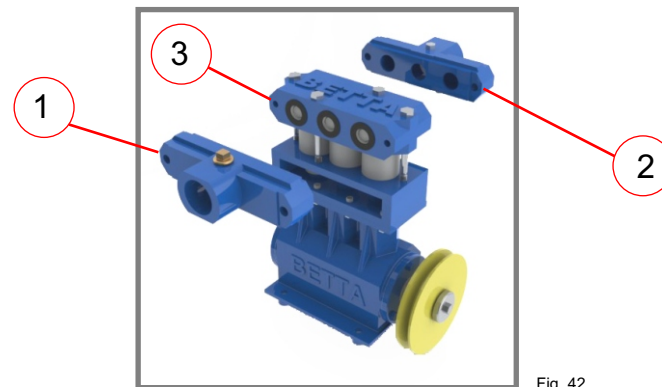

Fig. 42
- 3-** Soltar os 4 parafusos laterais, horizontais, que fixam o cabeçote central (3) aos cabeçotes de sucção (1) e de recalque (2).
- 4-** Afastar os respectivos cabeçotes de forma a permitir a retiradas das válvulas. (Fig.42)
a) *Válvulas de recalque* (1) são montadas com os corpos para fora do cabeçote central.